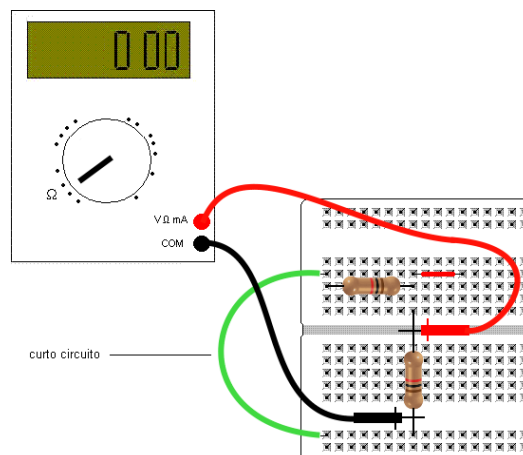

Figura 9 – Medindo a resistência equivalente de Thevenin (R_{TH})
4. Retire a bateria e no seu lugar coloque um fio (fio verde na Figura 9). Meça a resistência entre os pontos A e B nessas condições, anotando na tabela 2 como resistência de Thevenin (R_{TH}).